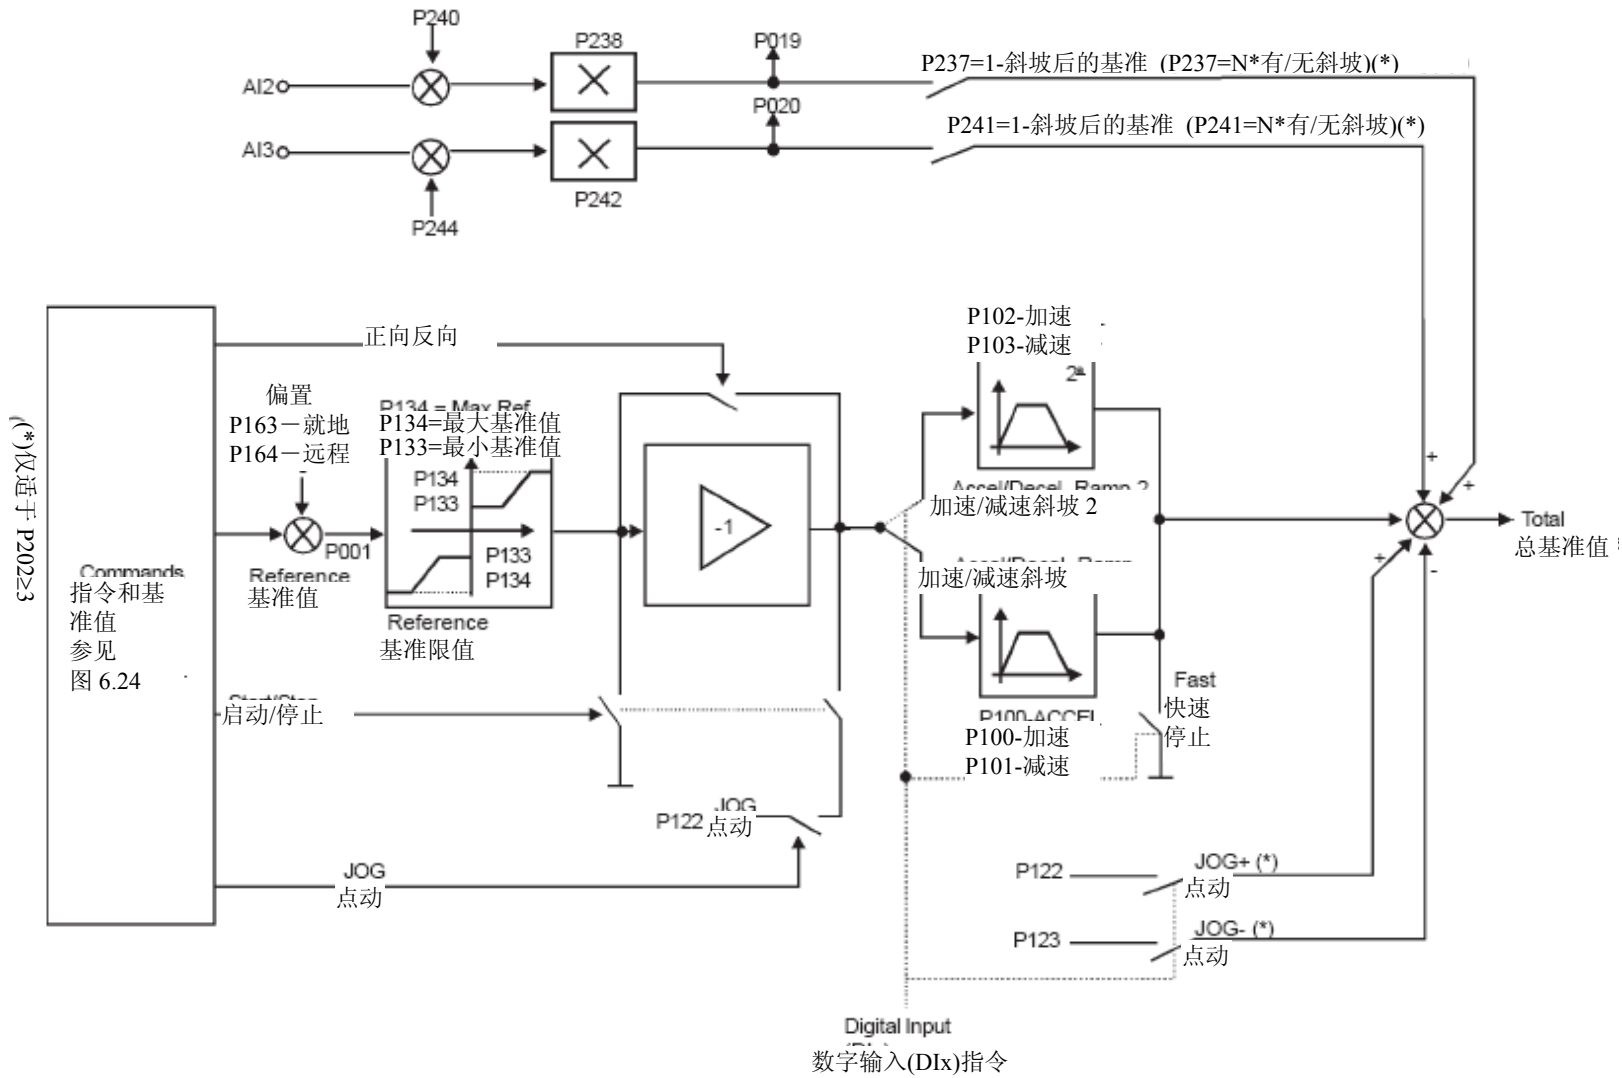

图 6.25 一转速基准值的方框图
☑当选了选项 0 (P221/P222), AI2 可以提供转速基准值(如果在 P221/P222 如此设定的话), 但要受转速限制 (P133,P134) 和加速/减速斜坡线(P100-P103)的制约。参见图 6.25。
- ☑选项 1 (斜坡后的基准, 仅适用于 P202>=3) 一般是用作一个额外的基准信号, 比如, 在摆动比较大的负荷的应用上。参见图 6.25。它旁路掉了加速/减速斜坡。